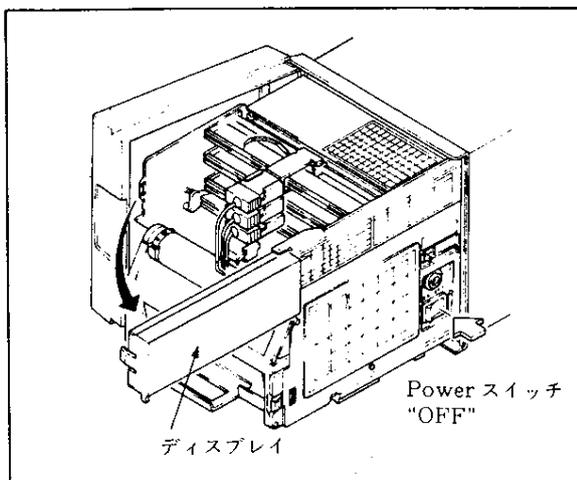

図 5.13
- (2) POWER スイッチを OFF にします (図 5.13)。
(3) ディスプレイ部分を開きます (図 5.13)。